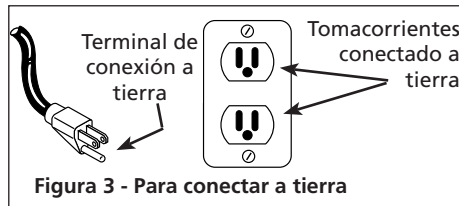

Figura 3 - Para conectar a tierra
5. Este producto se debe usar con circuitos de 120 voltios y tiene un enchufe similar al de la Figura 3. Cerciórese de que lo ha conectado a un tomacorrientes similar al enchufe.